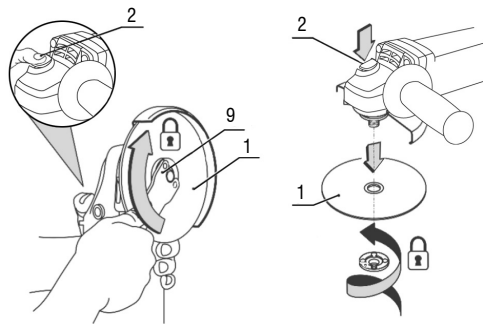

Fig. 7 – Substitución del disco
- Presione el botón traba del eje (2);
- c. Suelte la tuerca con la llave (9);
- d. Retire el disco (1), Fig. 7;